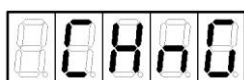

Рисунок 4
3. Нажать кнопку . Осуществится вход в пункт "PASS" и на индикаторе появится слово "CHnG" (сокращение английского слова "change" - изменение) (рисунок 4).